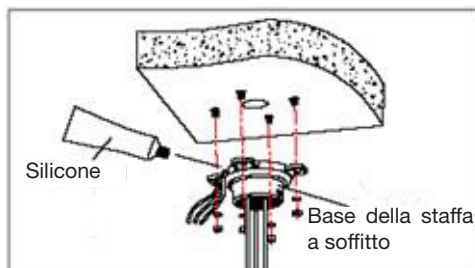

Fig. 13
b. Come mostrato in Fig. 13, allentare le viti da M4 poste sulla base dell'accessorio di montaggio a soffitto e separare la base dall'asta. Passare i tre cavi di alimentazione, video/comando e allarme all'interno della scanalatura laterale che si trova sul fondo della base di collegamento al soffitto e quindi attraverso il foro al centro della base del supporto. Fissare la base del supporto al soffitto.